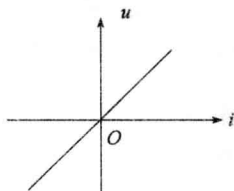

图 1-1-3 电阻元件的伏安特性曲线
① 伏安关系为  $u=Ri$  (或  $U=RI$ )。伏安特性曲线如图 1-1-3 所示。